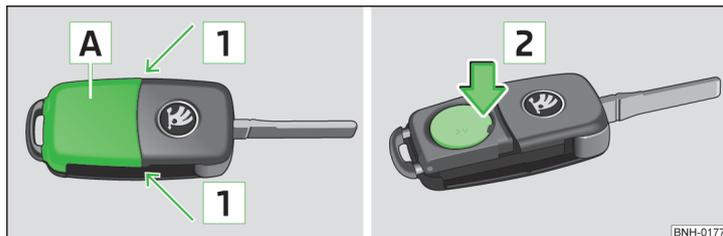

Abb. 148 Abdeckung abbauen / Batterie herausnehmen
- Die Batterieabdeckung **A** » Abb. 148 mit dem Daumen oder mit einem flachen Schraubendreher im Bereich der Pfeile **1** abdrücken.